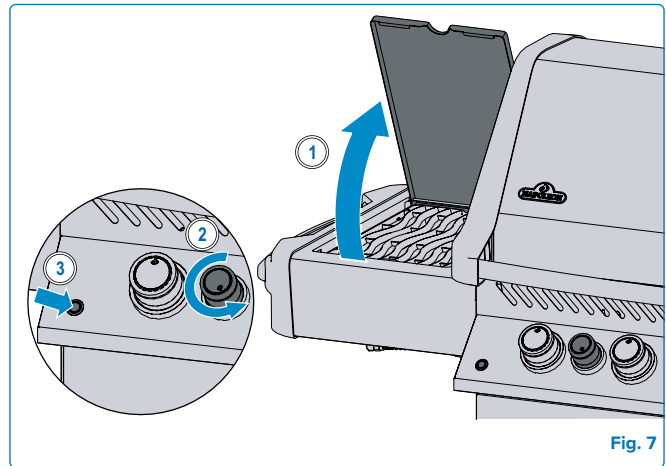

Fig. 7
4. Hvis brænderen ikke antændes – drej brænderkontrolknappen med uret til OFF-position. Vent 5 minutter. Gentag trin 2 og 3. **(Fig. 7).**